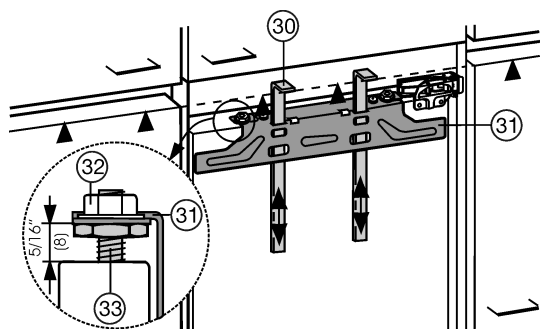

Fig. 21
Les dispositifs de montage Fig. 21 (30) sont requis pour les deux portes. C'est pourquoi il faut monter les portes du placard l'une après l'autre.
- ▶ Pousser les dispositifs de montage Fig. 21 (30) à la hauteur de la porte du meuble. Arête inférieure de la butée ▲ du dispositif de montage = arête supérieure de la porte du meuble à monter.